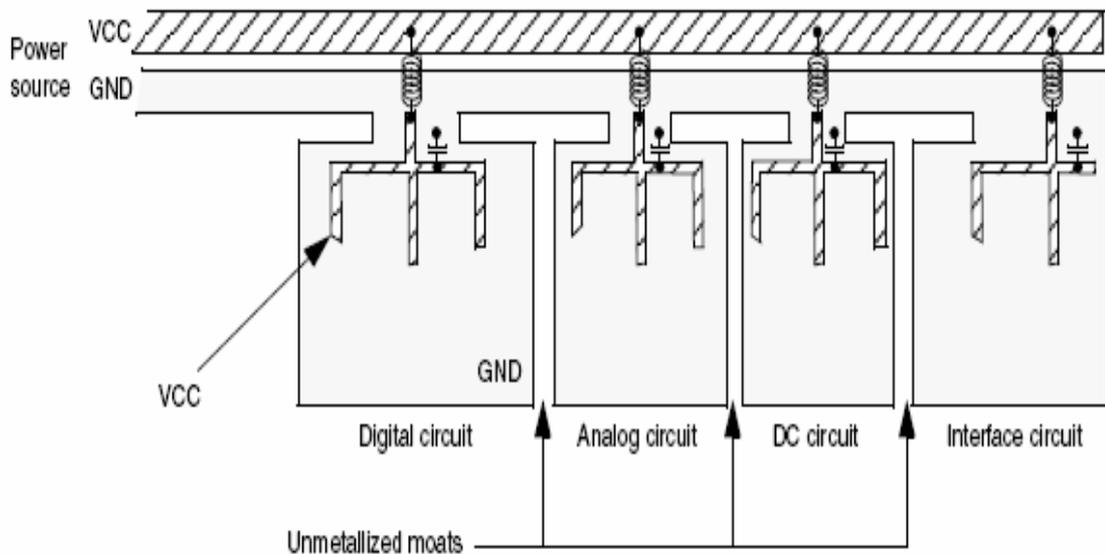

图 19：分割功能模块
(2) **分割**：分割是使用物理分割技术来减小不同类型电路之间的耦合，特别是电源走线和地线之间的耦合。图 19 演示了一个分割 4 种不同电路的例子。在地线面，非金属的沟道隔离了 4 个地线面。电感和电容为各个部分的板子提供了滤波的作用，同时减少了不同电路的电源走线之间的耦合。高速数字电路布置在靠近电源入口的地方，是因为它们对电源有很高的瞬态要求。接口电路可能需要 ESD 防护和瞬变抑制电路或电路。对于电感和电容来讲，最好使用不同的电感电容值来代替仅使用一个大电感和大电容，因为这样对于不同的电路可以提供不同的滤波特性。